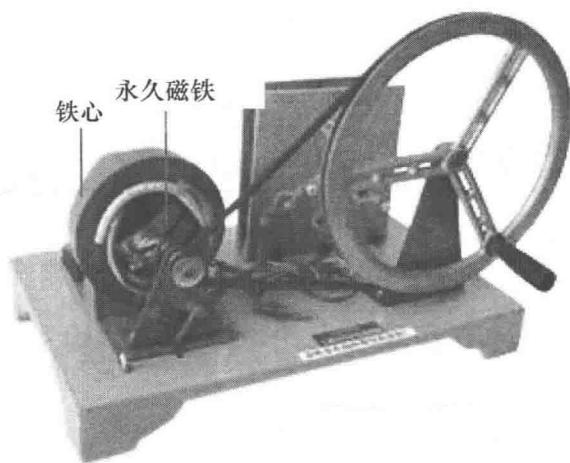

图 1-2 发电机模型
(1) 观察图 1-2 中的三相交流发电机模型的结构。特别注意镶嵌在铁心中的三组线圈，其中每一组的线圈表面上看只有一圈，但其实这一圈里面已经用细的漆包线绕了很多匝。请大家留意这三组线圈在铁心上的安装位置有什么特点？
(2) 观察铁心内部的永久磁铁、摇动手轮，观察永久磁铁的转动。
(3) 该发电机共有 _____ 个接线端口，请确定每个线圈的头尾。
(4) 你觉得这个发电机的工作原理是 _____。